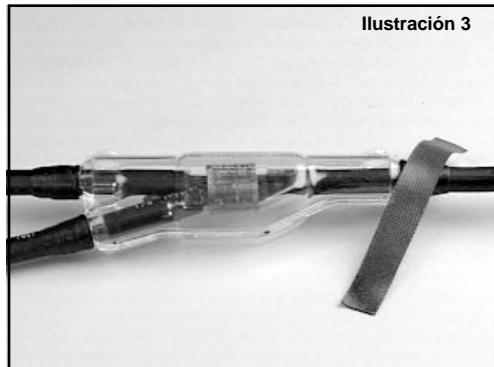

Ilustración 3
- 5.1 Recorte los extremos del molde con un cuchillo para hacer caber el cable ligeramente flojo. Sostenga las mitades del molde en su lugar, centradas sobre el empalme, encaje a presión las mitades del molde firmemente. Cerciórese de que ambas fisuras hayan calzado completamente. Cubra los extremos del molde con cinta adhesiva alrededor del cable para sellarlo. Utilice la Cinta eléctrica Scotch™ 23 proporcionada con el paquete. (Vea la Ilustración 3.)